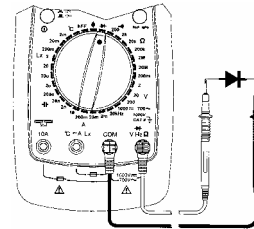

Рисунок 12
- (1) Вставьте штекер черного щупа в гнездо **COM**, а красного в гнездо "VΩ".
- (2) Установите поворотный переключатель в положение . Подключите щупы, как показано на рис. 12.
- (3) Типичное падение напряжения для кремниевого диода должно быть около 0.6 В и германиевого — около 0.3 В.
- (4) При обратном подключении диода к щупам прибор должен показывать на дисплее только символ "0L".
- (5) Прочитайте на ЖК-дисплее показание результата измерения.